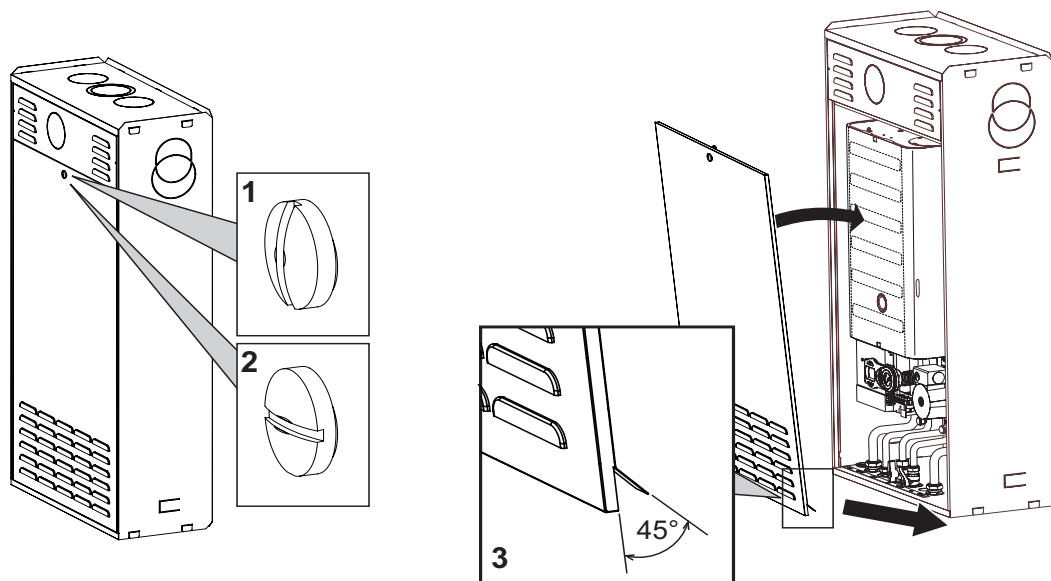

fig. 19 - Apertura e chiusura mantello
- Con una moneta o un cacciavite agire sulla serratura (1 = chiuso - 2 = Aperto - fig. 19).
- Quando si richiude il portellone, verificare che le linguette inferiori siano in posizione corretta (rif. 3 - fig. 19) e si incastrino nelle apposite sedi sull'involucro.